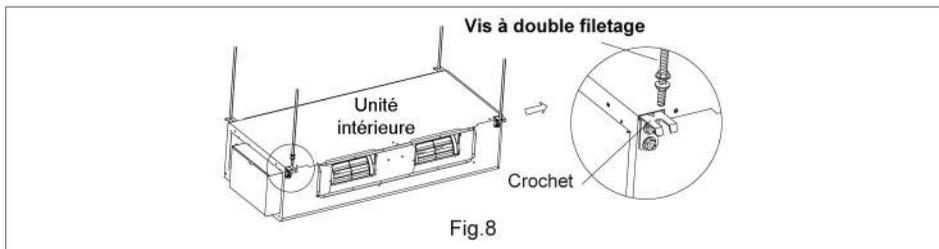

Fig.8
- (3). Installez les crochets sur l'unité. (Fig.8)